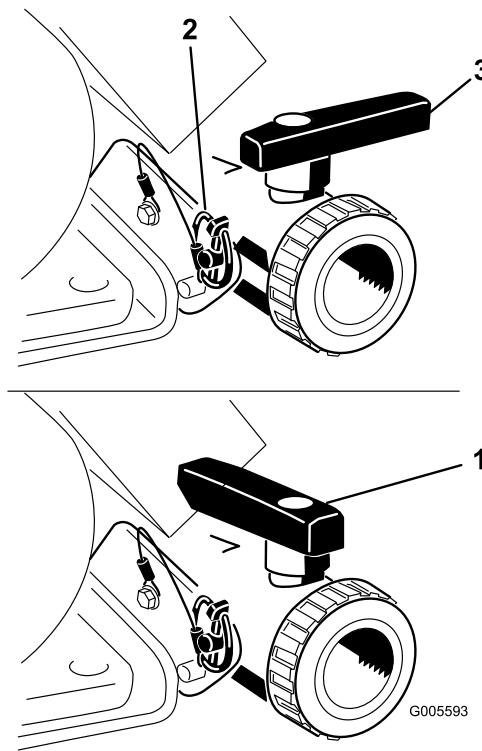

Bild 21
Öffnen Sie das Ventil, sodass nicht verwendete Materialien vom Behälter ablaufen können und entsorgen Sie diese gemäß der lokalen Vorschriften und der Vorschriften des Herstellers (Bild 21).
3. Wenn der Behälter ganz geleert ist, setzen Sie das Ventil mit dem vorher abgenommenen Klapostecker im Rahmen ein und schließen Sie das Ablassventil (Bild 21).